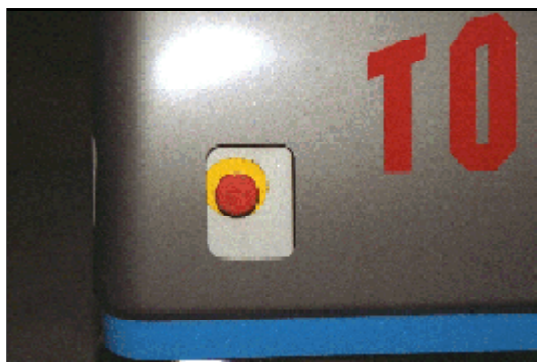
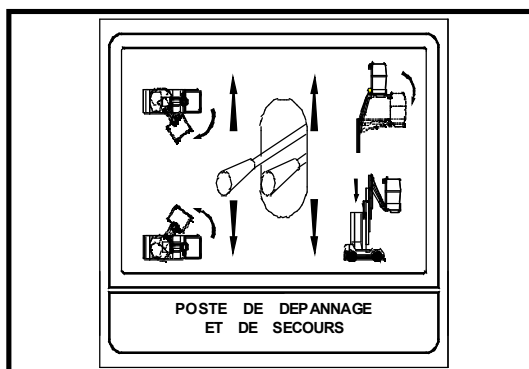

Fig. 1 - Boîtier électrique bas.
Fig. 3 - Comandes de secours et de dépannage du TOUCAN 860.
- Bouton poussoir d'arrêt d'urgence déverrouillable par 1/4 de tour (Fig. 1).
- Actionner et maintenir actionné le levier du distributeur dans le sens du mouvement désiré (Fig. 3 ou Page 8 - Fig.1).